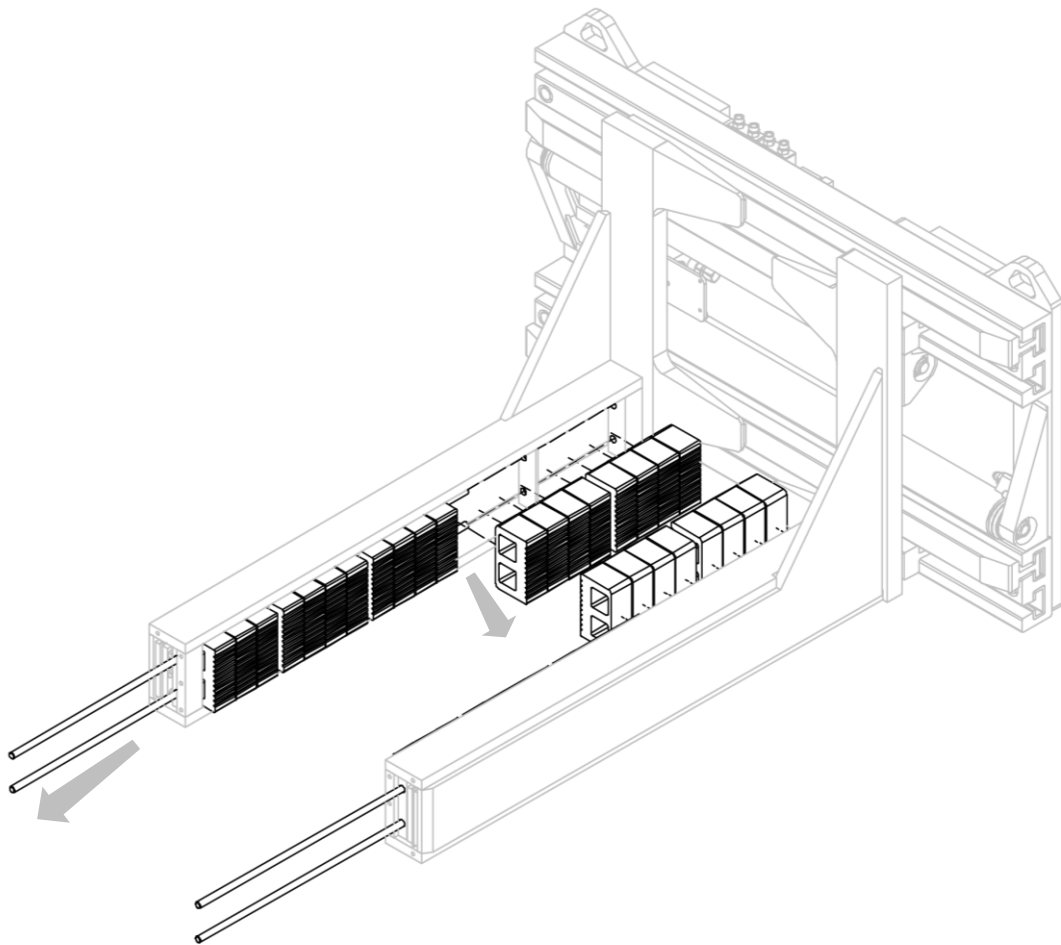

Figura 34
2. Quitar los pasadors de fijación de sus asientos y quitar los escudetes de poliuretano (mira *Figura 34*).